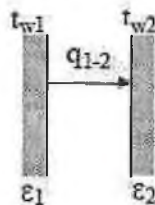

Рис.1. Расчетная схема теплообмена излучением между двумя поверхностями без экрана
1.1. Между поверхностями нет экрана (рис. 1). Определяем удельный тепловой поток между плоскими поверхностями по формуле: